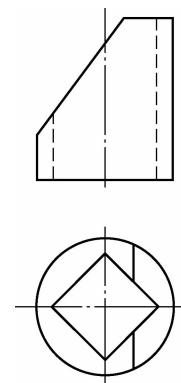

图 1-3-9
2. 关于图1-3-9所示切割组合体的正面投影和水平投影,下列说法中正确的有( )。